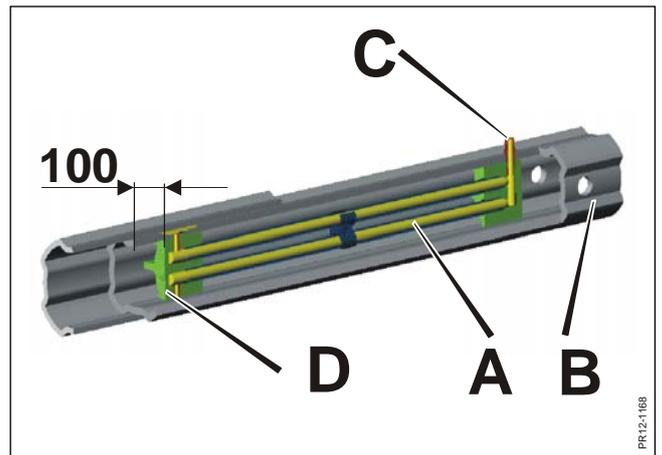

Fig. 2-9
**Fig. 2-9** Die Gelenkwelle hat ein inwendiges Schmiersystem **A**, wobei es möglich ist, die Profilrohre **B** bei Punkt **C** zu schmieren, ohne die Welle zerlegen zu müssen. Wegen dieses Schmiersystems kann maximal 100 mm (= der Abstand zur Schmierbuchse **D**) gekürzt werden.